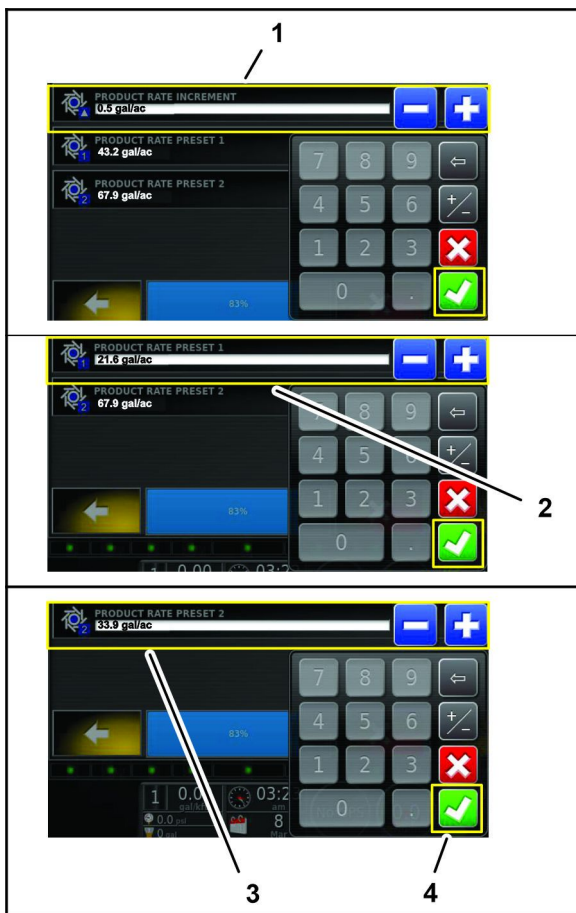

Bild 120
10. Geben Sie über die Bildschirmtastatur die Dosis ein, um die Sie die Anwendungsdosierung 1 und 2 erhöhen oder verringern möchten, und drücken Sie das Bestätigen-Symbol (Bild 120).